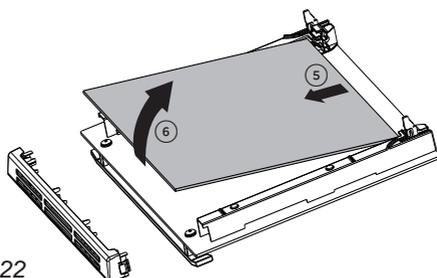

Fig. 10.22
- Sollevare ed estrarre delicatamente il vetro intermedio sganciandolo dagli incavi di aggancio inferiori (fig. 10.22).